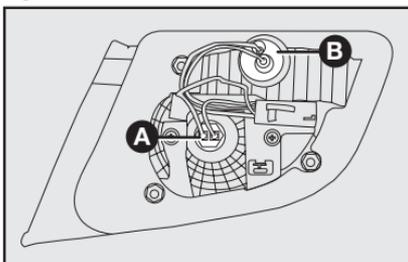

fig. 49
**A-fig. 49:** Luz de posição traseira.
**B-fig. 49:** Luz de marcha a ré.
2) Para substituir a lâmpada da luz de posição, puxar o porta-lâmpada **A-fig. 49** e puxar a lâmpada fixada a pressão. Em seguida, substituir a lâmpada e recolocar o porta-lâmpada.
3) Para substituir a lâmpada da luz de marcha a ré, girar no sentido anti-horário o porta-lâmpada **B-fig. 49** e puxar a lâmpada fixada a pressão. Em seguida, substituir a lâmpada e recolocar o porta-lâmpada, girando-o no sentido horário.